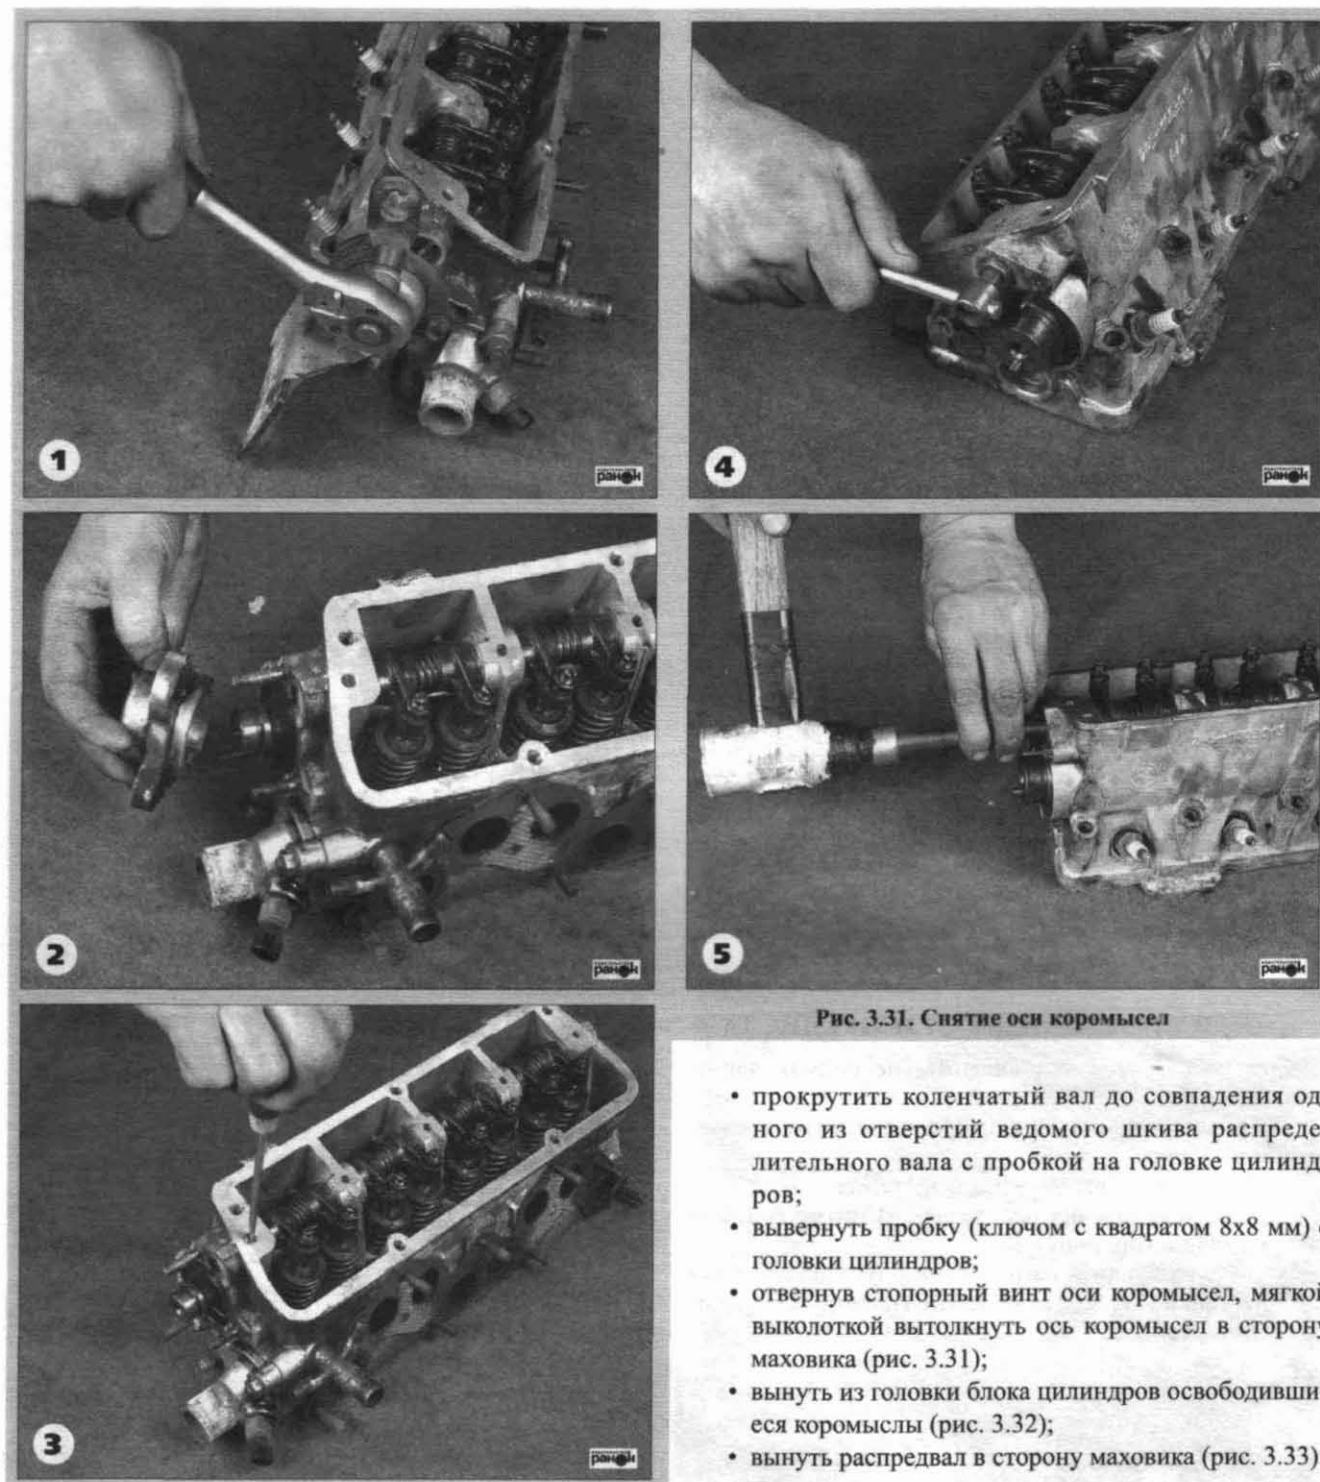

Рис. 3.31. Снятие оси коромысел
- отвернув стопорный винт оси коромысел, мягкой выколоткой вытолкнуть ось коромысел в сторону маховика (рис. 3.31);